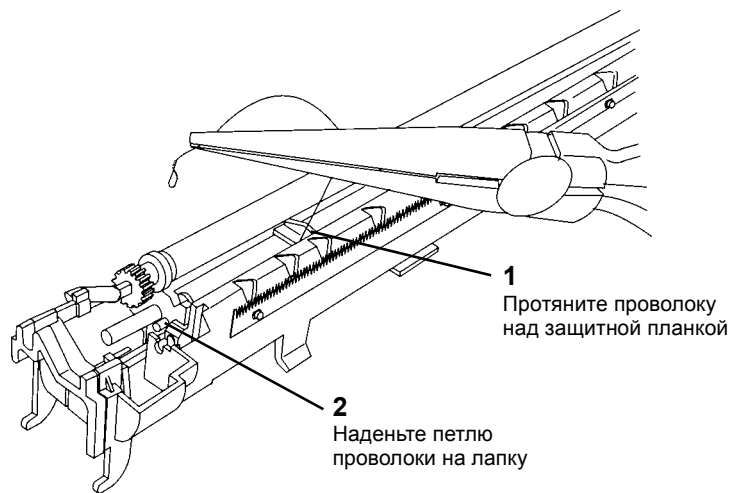
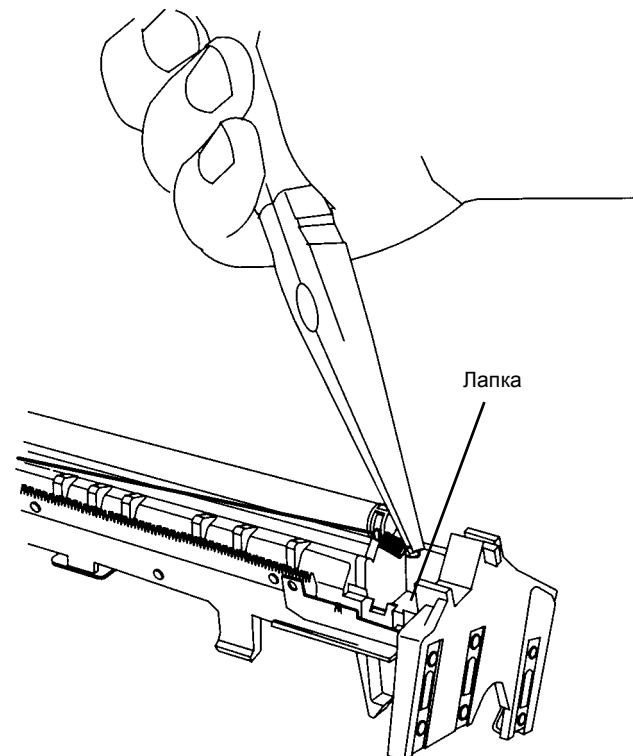

Рисунок 2 Закрепление левого конца проволоки
Рисунок 3 Закрепление правого конца проволоки
2. Наденьте петлю проволоки на крючок пружины, другой крючок пружины накиньте на лапку (Рисунок 2 и Рисунок 3).